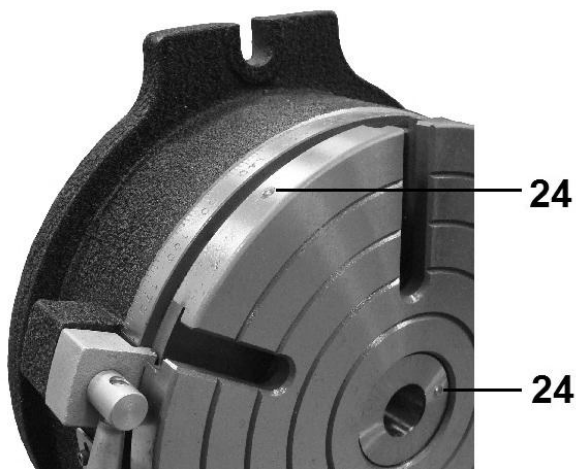

Рис. 11
7.3. Перед каждой сменой добавляйте машинное масло в масленки (24) поворотного стола (Рис. 11). Никогда не используйте поворотный стол, если масла недостаточно.